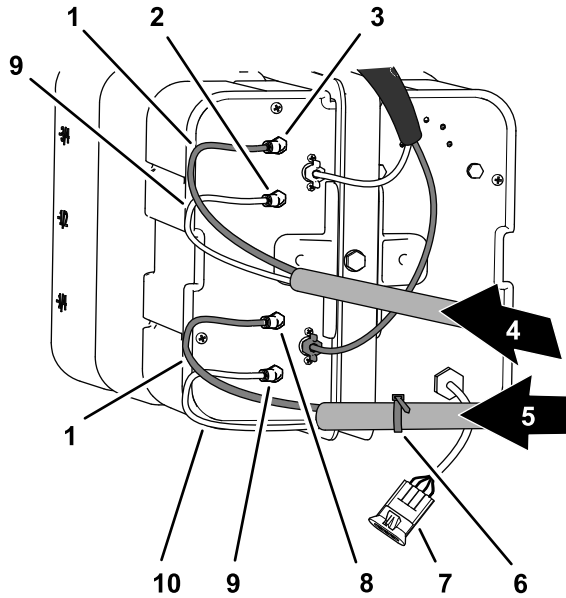

Figura 16
1. No painel de ligação do compressor para o kit de marcador de espuma, prenda uma braçadeira de cabos em torno da tubagem transparente e azul para a secção de pulverização direita (Figura 16).